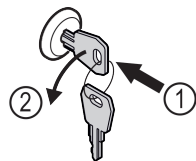

Fig. 130
- ▶ Inserire la chiave. Fig. 130 (1)
- ▶ Ruotare la chiave di 90° in senso antiorario. Fig. 130 (2)